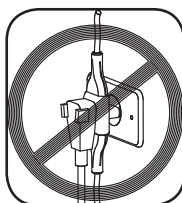

Fig. 39
- Não usar tomadas múltiplas, adaptadores, extensões ou ligações improvisadas entre o produto e a tomada, pois pode provocar curto circuito ou incêndio [Fig. 39].